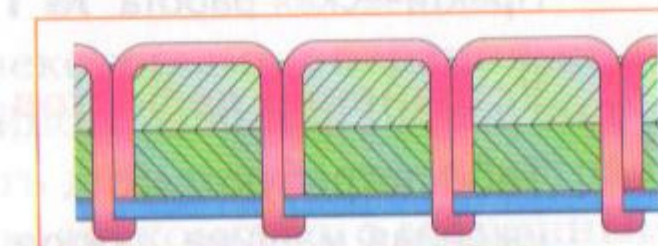

Рис. 90 Петляние снизу
*Петляние снизу* — верхняя нитка образует петли на нижней стороне ткани (верхняя нитка слишком слабо натянута) (рис. 90).